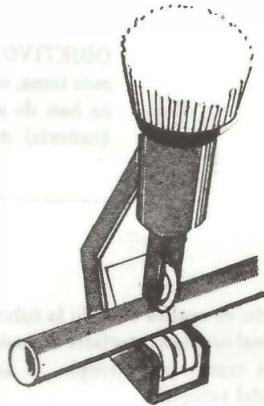

Fig. 2
a. Instale el cortador en la tubería (fig. 2).